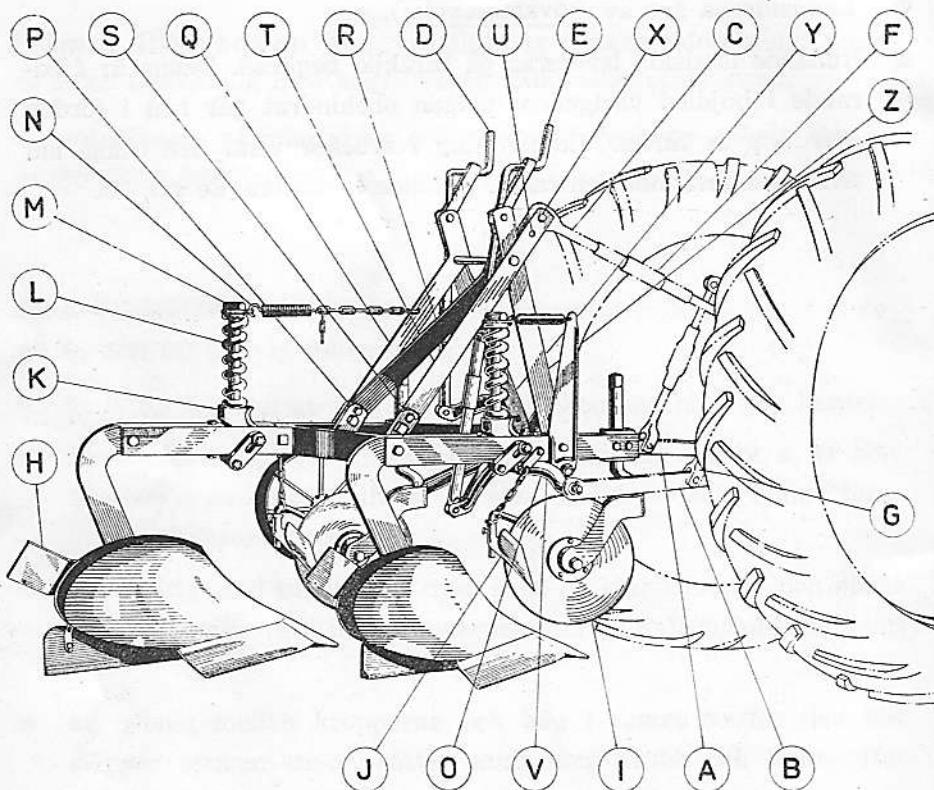

Fig. 1
Inställning (Bokstäverna i marginalen hänvisa till fig. 1).
- (O) med BÄRAXELN BRL-410 med 22 mm axeltappar, O fig. 1.
- (P) SKARVJÄRNEN BSL-98½, P fig. 1, äro placerade på toppens
- (Q) (R) BAKRE STÖTTA Q och MELLANSTÖTTA R samt SKARV-
- (S) (T) JÄRNET BSL-100½, S fig. 1, på BAKRE STÖTTAN T. Trak-
- (U) torns tryckstång C fig. 1 anslutes till toppen med en bult genom HALEN U.
- (V) BRM-410 med 28 mm axeltappar, V fig. 1. Skarvjärnen BSL-98½, P fig. 1, äro placerade på toppens bakre stötta Q och mel-
lanstötta R samt skarvjärnet BSL-100½, S fig. 1, på bakre
stötta T. Traktorns tryckstång C fig. 1 anslutes till toppen
- (Y) (Z) fig. 1. Skarvjärnen BSL-98½ äro här placerade på toppens FRÄMRE STÖTTOR Y och Z fig. 1. Traktorns tryckstång C fig. 1 anslutes till toppen med en bult genom hålen U.
Sesam Junior C 1 passar bl. a. till traktorerna Volvo T-22, Munktell BM-10, samt Renault R 3042. Den är monterad med bäraxeln BRL-410 med 22 mm axeltappar, O fig. 1. Skarvjärnen BSL-98½ äro här placerade på toppens främre stöttor Y och Z fig. 1. Traktorns tryckstång C fig. 1 anslutes till toppen med en bult genom hålen U.
Sesam Junior A 1 ändras till B 1 genom anskaffande av ny bäraxel BRM-410 med 28 mm axeltappar samt brickan 61 fig. 12, vilken placeras på insidan av bakre stöttan T fig. 1.
A 1 ändras till B 2 genom att flytta båda skarvjärnen BSL-98½ från bakre stöttan Q och mellanstöttan R till främre stöttorna Y och Z fig. 1. Dessutom anskaffas ny bäraxel BRM-410 med 28 mm axeltappar, 1 st. bult S6S-½"×40 och 2 st. bult S6S-5/8"×40, båda med muttrar och fjäderbrickor. Skarvjärnet BSL-100½, S fig. 1, blir då obehövligt.
A 1 ändras till C 1 genom att flytta båda skarvjärnen BSL-98½ från bakre stöttan Q och mellanstöttan R till främre stöttorna Y och Z fig. 1. Dessutom anskaffas 1 st. bult S6S-½"×40 och 2 st. bult S6S-5/8"×40, båda med muttrar och fjäderbrickor. Skarvjärnet BSL-100½, S fig. 1, blir då obehövligt.
B 1 ändras till B 2 genom att flytta båda skarvjärnen BSL-98½ från bakre stöttan Q och mellanstöttan R till främre stöttorna Y och Z fig. 1. Dessutom anskaffas 1 st. bult S6S-½"×40 och 2 st. bult S6S-5/8"×40, båda med muttrar och fjäderbrickor. Brickan 61 fig. 12 och skarvjärnet BSL-100½, S fig. 1, bliva då obehövliga.
B 1 ändras till C 1 genom att flytta båda skarvjärnen BSL-98½ från bakre stöttan Q och mellanstöttan R till främre stöttorna Y och Z fig. 1. Dessutom anskaffas ny bäraxel BRL-410 med 22 mm axeltappar, 1 st. bult S6S-½"×40 och 2 st. bult S6S-5/8"×40, båda med muttrar och fjäderbrickor. Brickan 61 fig. 12 och skarvjärnet BSL-100½, S fig. 1, bliva då obehövliga.
Sesam Junior B 2 ändras till A 1 genom att flytta båda skarvjärnen BSL-98½ från främre stöttorna Y och Z till bakre stöttan Q och mellanstöttan R fig. 1. Dessutom anskaffas 1 st. skarvjärn BSL-100½, vilket monteras på bakre stöttan T fig. 1, ny bäraxel BRL-410 med 22 mm axeltappar, 1 st. bult 45, 1 st. 47 och 1 st. 48 fig. 12.
B 2 ändras till B 1 genom att flytta båda skarvjärnen BSL-98½ från främre stöttorna Y och Z till bakre stöttan Q och mellanstöttan R fig. 1. Dessutom anskaffas 1 st. skarvjärn BSL-100½, vilket monteras på bakre stöttan T fig. 1, 1 st. bricka 61 fig. 12, vilken placeras på insidan av bakre stöttan T fig. 1, 1 st. bult 45, 1 st. 47 och 1 st. 48 fig. 12.
Sesam Junior C 1 ändras till A 1 genom att flytta båda skarvjärnen BSL-98½ från främre stöttorna Y och Z till bakre stöttan Q och mellanstöttan R fig. 1. Dessutom anskaffas 1 st. skarvjärn BSL-100½, vilket monteras på bakre stöttan T fig. 1, 1 st. bult 45, 1 st. 47 och 1 st. 48 fig. 12.
C 1 ändras till B 1 genom att flytta båda skarvjärnen BSL-98½ från främre stöttorna Y och Z till bakre stöttan Q och mellanstöttan R fig. 1. Dessutom anskaffas 1 st. skarvjärn BSL-100½, vilket monteras på bakre stöttan T fig. 1, ny bäraxel BRM-410 med 28 mm
axeltappar, brickan 61 fig. 12, vilken placeras på insidan av bakre stöttan T fig. 1, 1 st. bult 45, 1 st. 47 och 1 st. 48 fig. 12.